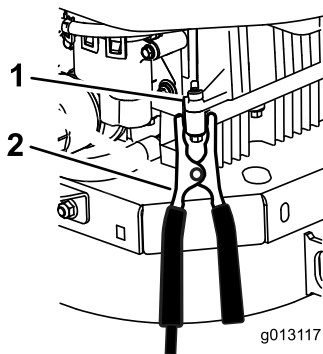

Figure 80
- Faites la dernière connexion sur le bloc moteur de la machine en panne (pas à la borne négative de la batterie) loin de la batterie et reculez-vous (Figure 80).